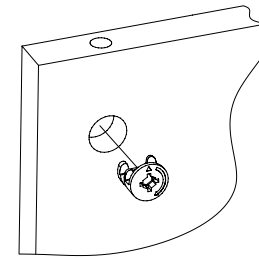

Рис.2
- Вставить головки минификсов в соответствующие отверстия деталей 2, 3, 4, 5, 7 (Рис.2).